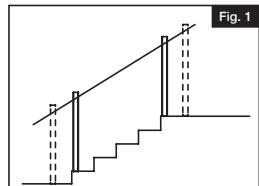

Fig. 1
1 Taller posts (sold separately) may be needed for either bottom or top of the stairs, depending on the angle of the stairway or the location of where the posts will be installed relative to the nose of the stair tread. Bottom stair posts may also be moved out from bottom step (Fig. 1).
- Determinar la ubicación deseada del barandal y marcar una línea sobre la superficie de montaje para comprobar que todos los postes queden alineados correctamente (Fig. 1).
Es posible que necesite postes más largos (se venden por separado) para la parte superior o inferior de la escalera, dependiendo de la inclinación de la escalera o la ubicación de los postes donde se instalará el barandal con respecto a la saliente de los peldaños de las escaleras. El poste inferior de la escalera también se puede alejar del peldaño inferior (Fig. 1).